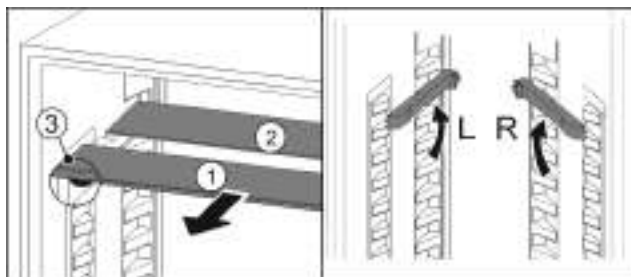

Fig. 211
- По одной извлеките Fig. 211 (1) стеклянные панели движением вперед.
- Стеклянная панель Fig. 211 (1) с декоративной планкой лежит спереди.
- Стопоры Fig. 211 (3) показывают вниз.